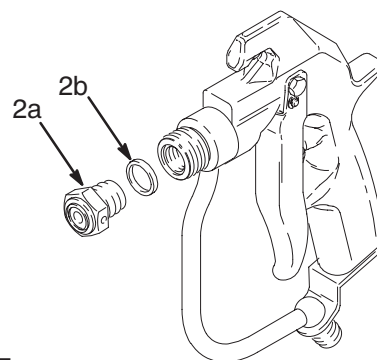

Рис. 7 03969
3. Выкрутите седло клапана (2а). Выньте прокладку (2b). См. Рис. 7.